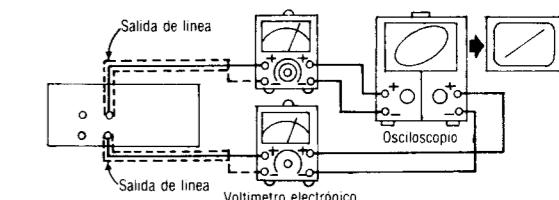

Fig. 1
- La conexión del equipo de prueba se muestra en la Fig. 1.